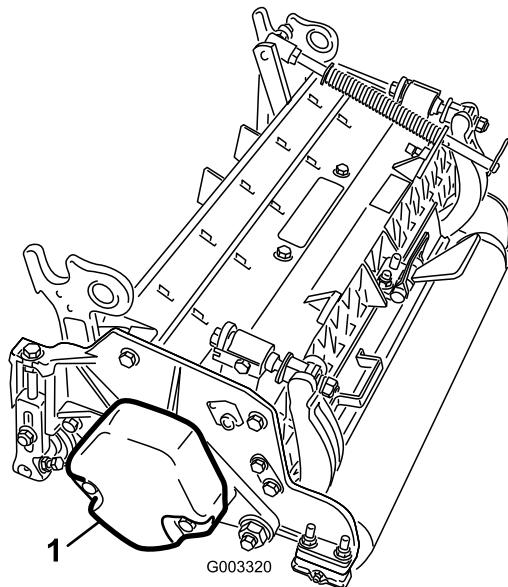

Figura 9
4. Il contrappeso (Figura 9) deve essere montato dal lato giusto dell'elemento di taglio, come descritto nel *Manuale dell'operatore* degli elementi di taglio.